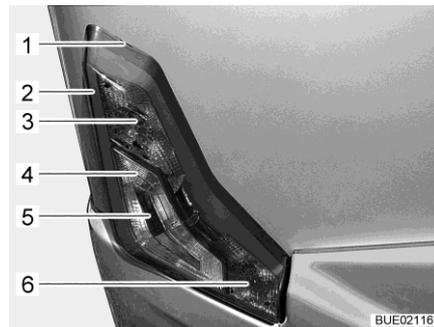

Bild 166 Beleuchtung Heck
- Flaches Werkzeug in Kerbe (Bild 166,1) stecken und Gehäuse vorsichtig abhebeln.